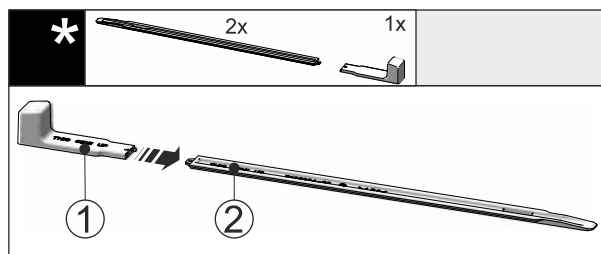

Fig. 51
- ▶ Dugja rá a szerelőfogantyút Fig. 51 (1) a szintezősínre Fig. 51 (2).